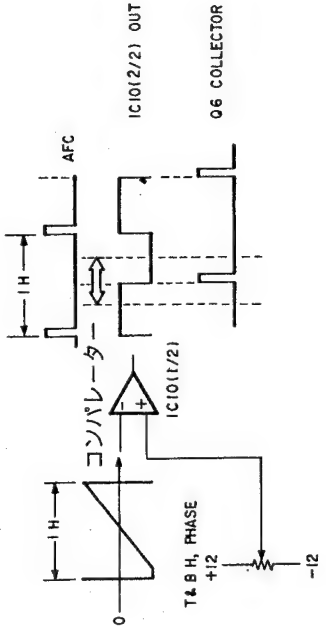
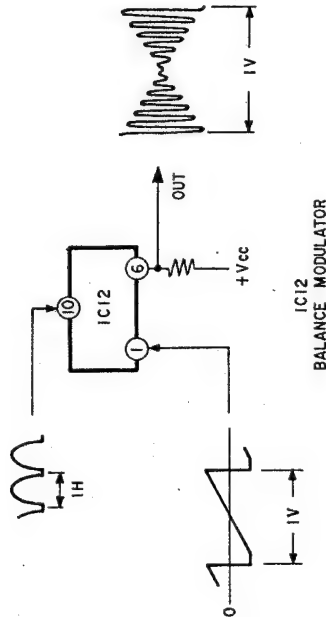

図 30
図 31
H.LIN 回路で形成された H 周期ノコギリ波を IC10 でコンパレートし、T & B の H.PHASE の ADJ を行います。すなわち H 周期波形に対し、V-DY は積分器として動き偏向に必要な電流波形は、約 1/2H 遅れるので位相をあらかじめ 1/2H あまり進める必要があります。(図 30 参照) コンパレートされたパルスにて IC11 (1/2) で H 周期ノコギリ波を形成し、また IC11 (2/2) で H 周期パラボラを形成し、IC12 にて垂直周期のノコギリ波にて変調 (Balanced Modulation) し EB (垂直出力) 基板に供給しています。(図 31 参照)